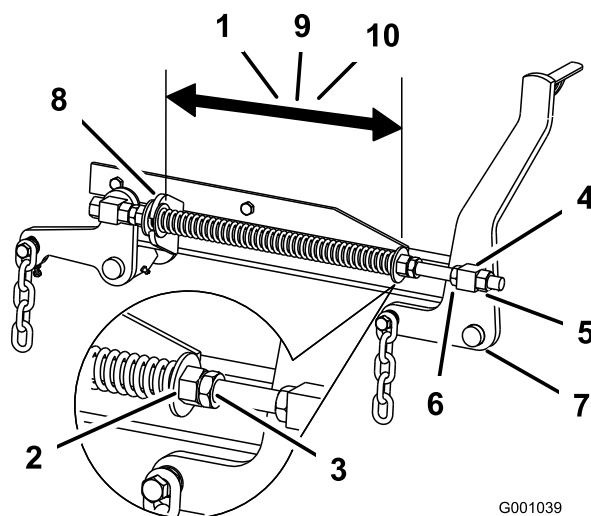

Figura 85
2. Compruebe la distancia entre las dos arandelas grandes, que debe ser de 28.2 cm ($11\frac{1}{8}$ ") para carcasas de cortacésped de 132 cm (52"), 26.7 cm ($10\frac{1}{2}$ ") para carcasas de cortacésped de 152 cm (60") ó 29.2 cm ($11\frac{1}{2}$ ") para carcasas de cortacésped de 183 cm (72") (Figura 85).
3. Ajuste esta distancia aflojando la contratuerca elástica y girando la tuerca que está delante de cada muelle (Figura 85). Gire la tuerca en el sentido de las agujas del reloj para acortar el muelle y en el sentido contrario a las agujas del reloj para alargar el muelle.
4. Fije la tuerca en la posición deseada apretando la contratuerca elástica (Figura 85).